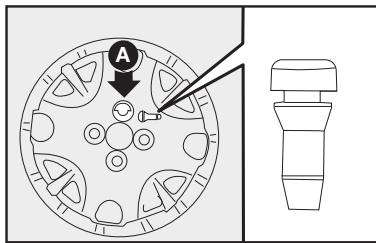

fig. 20
8) Coloque a presión la taza de la rueda en la llanta, haciendo coincidir el símbolo , grabado en el interior de la taza, con la válvula de inflado; de esta forma, el orificio más grande de la taza **A-fig. 20** pasará a través del tornillo colocado anteriormente.